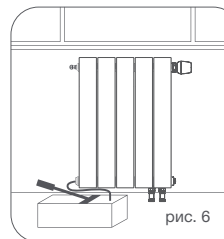

рис. 6
- 8.5. По завершению монтажных работ в соответствии с требованиями СП 73.13330.2016 «Технические системы зданий». Гидростатическое испытание должно проводиться при рабочем давлении (пример рис. 6). Если испытание проводить без вентильной вставки, составляется акт ввода системы и при необходимости в форме.